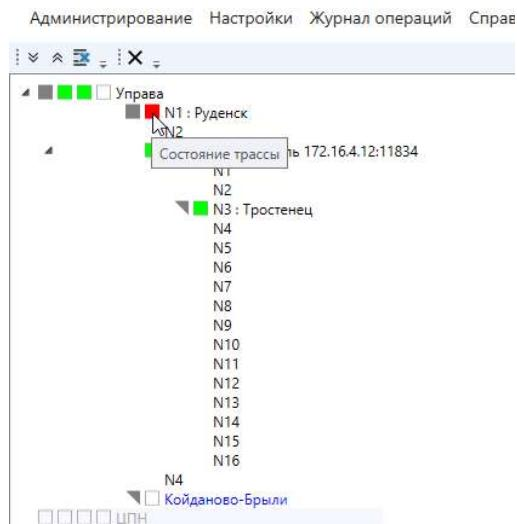

Рисунок 2-3. Информация о трассе
В секции (2) **Информация о модулях RTU, модулях БОП, и трассах**, слева от номера порта RTU и названия трассы отображается информация о состоянии, и режиме трассы в виде квадратов. При наведении указателя мыши на квадрат появляется всплывающая подсказка о его функции (см. Рисунок 2-3).